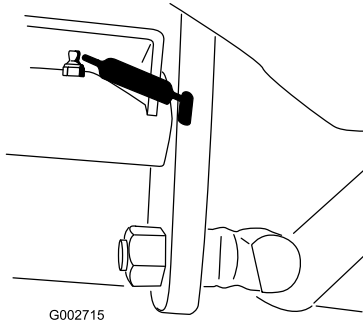

Bild 21
- Fahrpedal-Drehzapfen (1) (Bild 21)